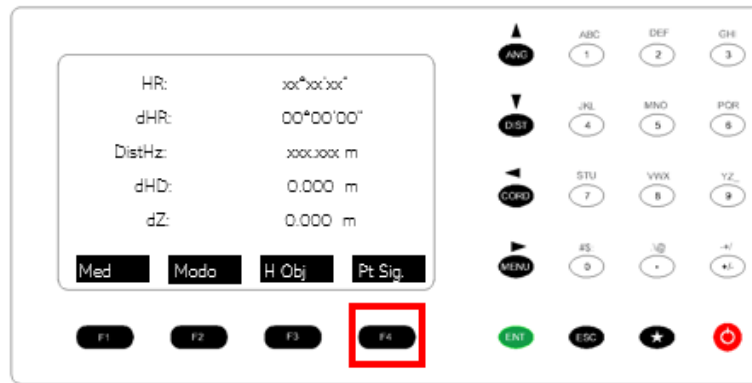

Figura 138. Replanteo de un punto.
43. Repetir el paso 40 y 41 hasta que la distancia del renglón dHD sea ± 0.005 m. Clavar una estaca en dicho punto. Presionar F4 Pt. Sig. Figura 138.